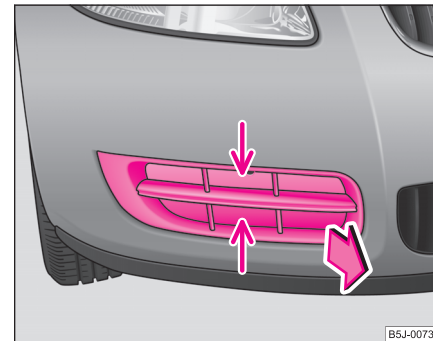

Abb. 175 Vordere Stoßfänger: Schutzgitter
- Greifen Sie das Schutzgitter an der mit Pfeil gekennzeichneten Stelle an und nehmen Sie es heraus ⇒ Seite 251, Abb. 175.